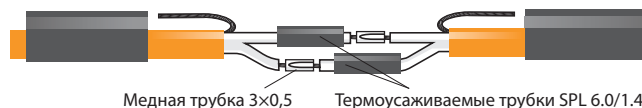

Рисунок 7
4.9. Защищенные нагревательные жилы продеть с разных сторон в медную трубку 3x0,5 мм (длина 10 мм), соблюдая материал жилы, и обжать кремпером НТ236Е до плотного соединения согласно рис. 7.